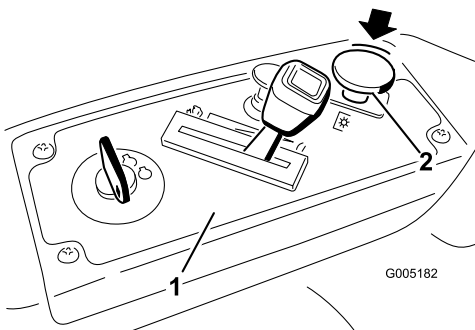

Figura 8
2. Disinserite le lame spostando il comando delle lame in posizione Off (Figura 8).
- Disinserite le lame spostando il comando delle lame in posizione Off (Figura 8).